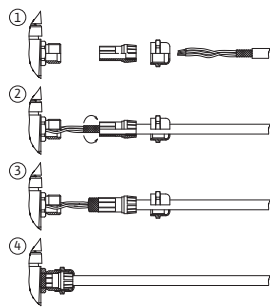

Fig. 25: Защитна екранировка
Екранът е свързан към кабелния проход на електронния модул. Виж Fig. 25.
Кабелите на дигиталните входове, аналоговите входове и шинната комуникация трябва да имат екранировка по металното кабелно винтово съединение на кабелния проход (Fig. 19, поз. 4, 5 и 6). Екраниране виж Fig. 25.
1. Отворете внимателно захващащите куки (Fig. 25) с инструмент (напр. отвертка).